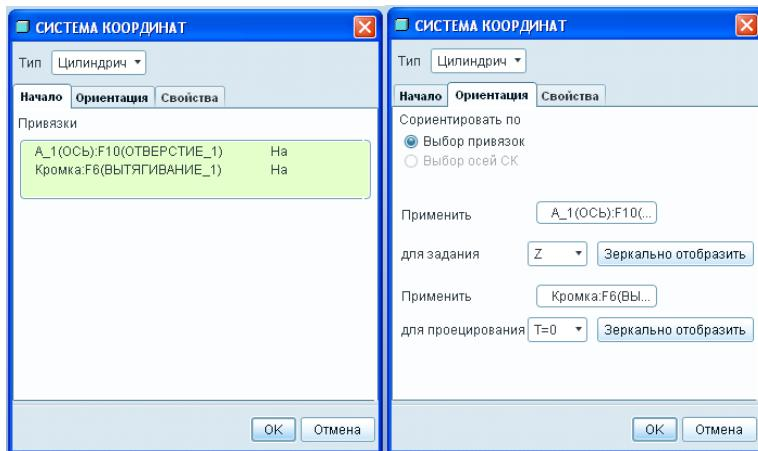

Рис. 11. Настройка системы координат
- укажите ось A_1 для расположения, удерживая CTRL укажите ребро, как показано на следующем рис. 11;
- укажите ось A_2 для расположения, удерживая CTRL укажите ребро, указанное на рис. 11;.